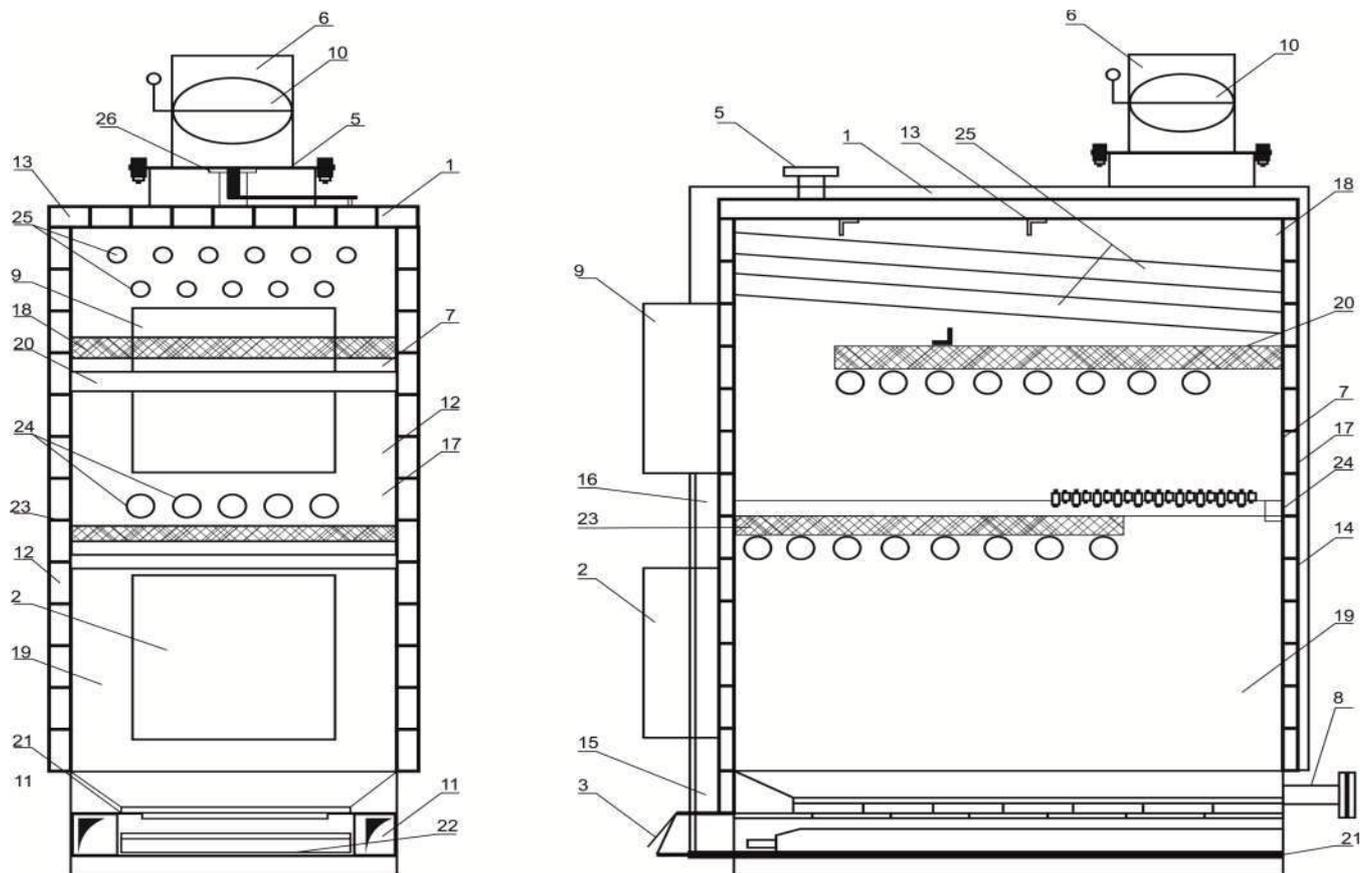

Рисунок 2 – Состав и устройство Котлов моделей Р 150 - 400 в базовой комплектации
Внутреннее пространство каркаса предназначено для загрузки топлива и сжигания топлива. Внутренний объем каркаса условно разделяется на две зоны: нижнюю камеру загрузки топлива (пиролиза) и верхнюю камеру дожига пиролизных газов. Полка камеры дожига футерована огнестойкой плитой из вермикулита (15), служащей для увеличения температуры в камере дожига и защиты от высокой температуры стенки рубашки, проходящей в зоне камеры дожига. Вермикулитовая плита свободно размещается на полке водяной рубашки (см. рис. 2г). В зоне камеры дожига пиролизных газов размещаются эжекторы (6). Эжектор представляет собой трубу с отверстиями из толстостенной цельнотянутой трубы, рассчитанными на определенную мощность Котла. Эжекторы устанавливаются в